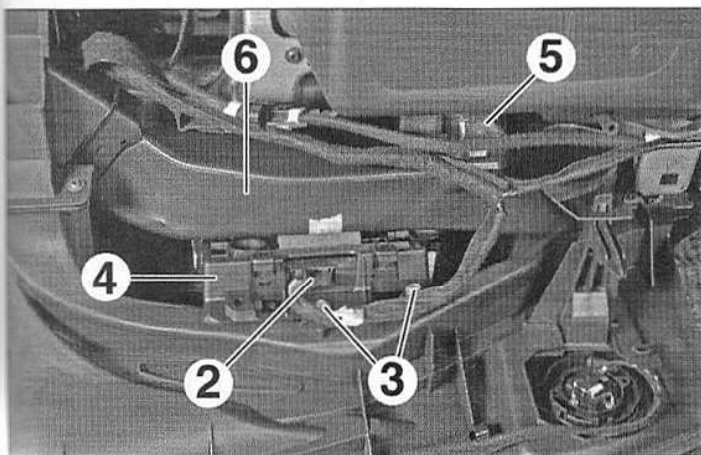
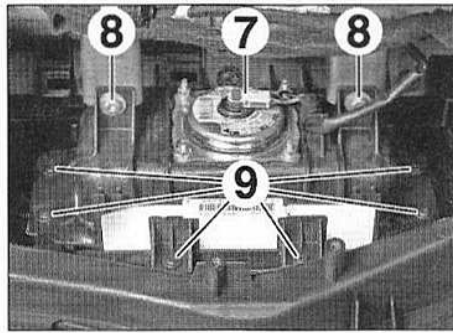

FIG.4
FIG.5
- Si équipé des fonctions appel d'urgence ou d'assistance (Fig.4) :
- Débrancher le connecteur (2).
- les vis (3),
- le module (4).
- Déposer les conduits d'aération (5) et (6).
- Déverrouiller et débrancher le connecteur (7) (Fig.5).
- les vis (8) et (9),